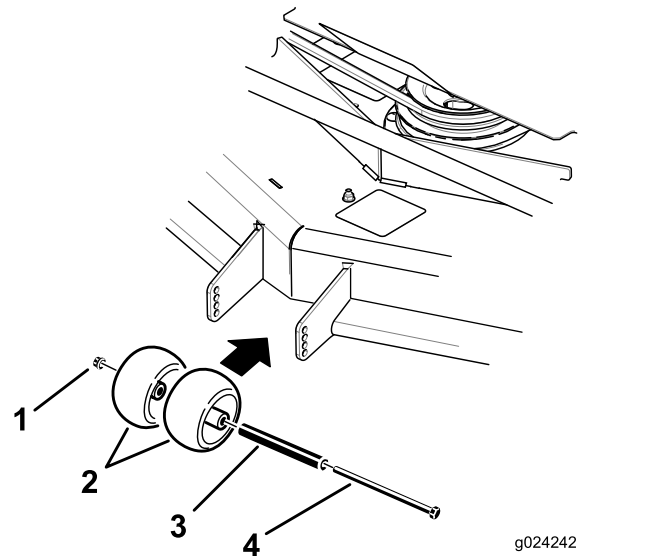
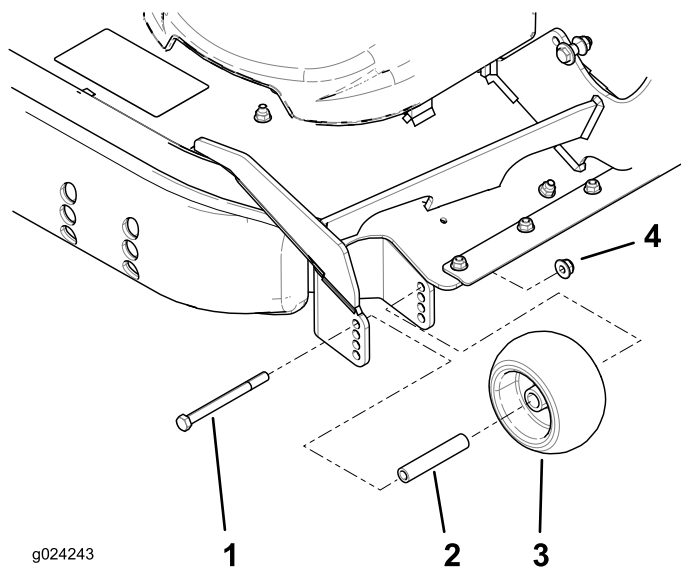

Figura 33
Figura 34
3. Ajuste los rodillos protectores del césped según se muestra en Figura 33 y Figura 34.